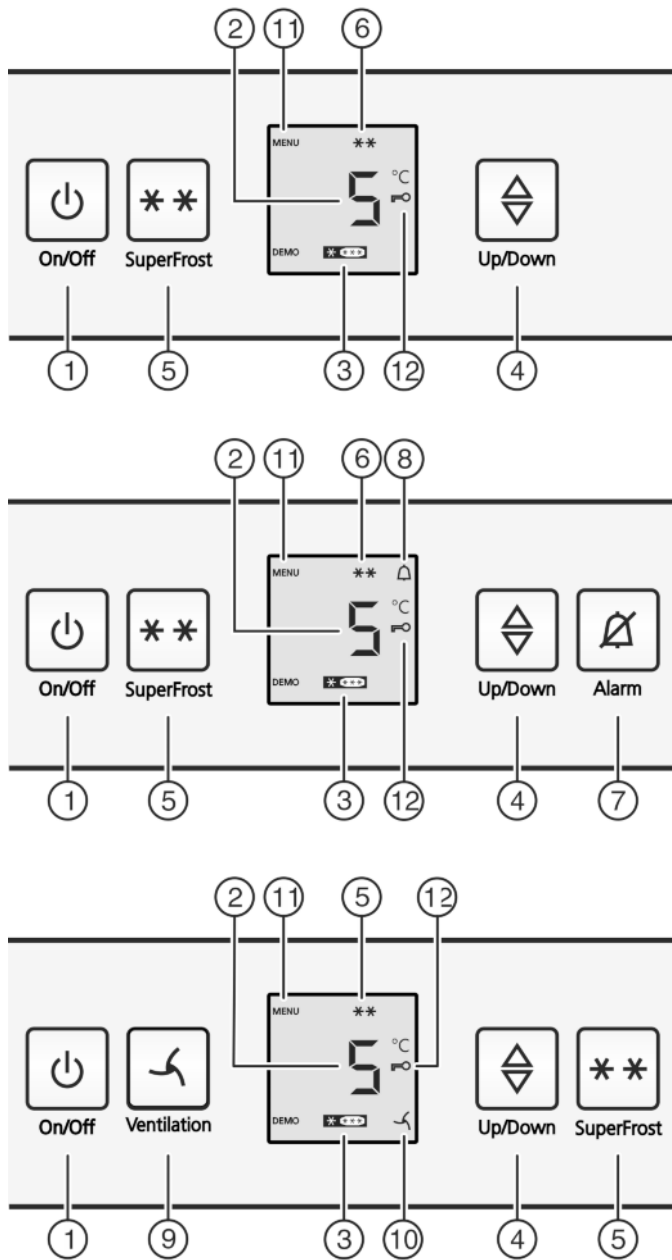

Fig. 2
- ▶ Nyomja meg az On/Off gombot Fig. 2 (1).
- ▶ Beállítási mód aktiválása: Nyomja meg a SuperFrost gombot Fig. 2 (5) kb. 5 másodpercre.
- ▷ A kijelzőn megjelenik a Menü ikon Fig. 2 (11).
- ▶ A SuperFrost billentyűvel Fig. 2 (5) röviden nyugtázza.
- ▷ A gyermekbiztosítás ikon Fig. 2 (12) világít a kijelzőn.
- ▶ Röviden nyomja meg az On/Off gombot Fig. 2 (1).
- ▷ A gyermekbiztosítás ikon Fig. 2 (12) kialszik.
- ▶ Nyomja meg a riasztás gombot *Fig. 2 (7)*.
Egyidejűleg villog a hőmérsékletkijelző és a riasztás ikon *Fig. 2 (8)*.
A figyelmeztető hangjelzés automatikusan elnémul, a riasztás ikon *Fig. 2 (8)* eltűnik és a hőmérsékletkijelző is abbahagyja a villogást, mikor a hőmérséklet újra elégé alacsony.